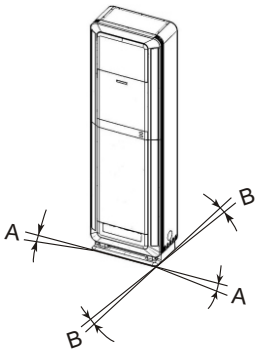

图2 最大基础梯度
- (2) 确保基础平坦、水平并足够结实，遵照图2所示基础最大梯度的规定。